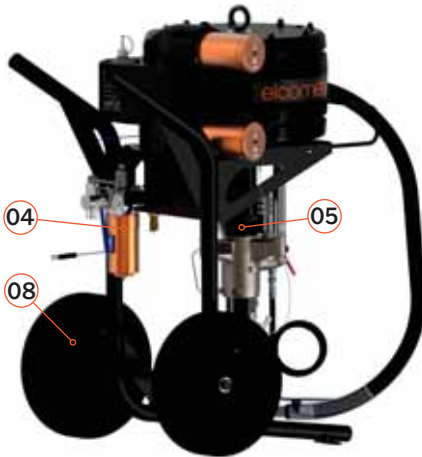

Fig.1
- 04** Regulador-Purificador aire (Fig. 1)
- 05** Carcasa protectora de ejes (Fig. 1)